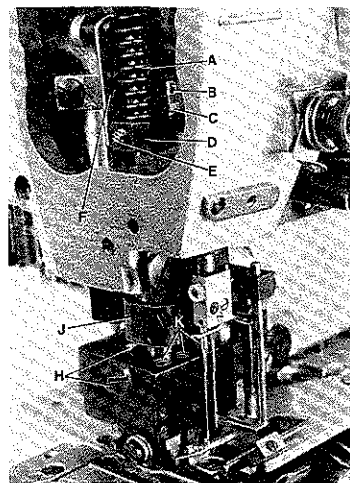

Fig. 46
For easy adjustment remove presser spring regulator on top of machine arm and presser spring (A, Fig. 46).
Adjust long stop screw (B) in presser bar guide (D) against bed casting to ensure a clearance of 0,5 mm (.020 in.) (see Fig. 46 A) between slot end of link (F, Figs. 46 and 46 A) in presser bar guide (D, Figs. 46 and 46 A). Tighten lock nut (C, Fig. 46) on stop screw.
Mount the presser foot, align it with the needles and tighten screws (H, Figs. 46 and 46 B). Rotate pulley until the feed dogs are in down position below the throat plate. Loosen screw (E, Fig. 46) in presser bar guide (D) and press the presser foot down against throat plate until the presser foot bottoms and the yielding section are pressed up by 0,8 to 1 mm (.032 to .040 in.) (see Fig. 46 B). Retighten screw (E) being sure stop screw (B) in presser bar guide rests on the bed casting. Remount presser spring (A) and presser spring regulator.
Set the collar (J, Fig. 46) respectively the lamp bracket on Styles 34800 TDA, for the presser foot height as required, the presser foot bottom should not contact the spreader when the presser foot is lifted.
The pressure exerted by the presser spring (A, Fig. 46) on the presser bar guide (D) should be higher than the pressure exerted by the three springs for presser foot bottoms and the yielding section. The presser bar should not move vertically when sewing. Screw-in presser spring regulator on top of machine arm as required.
The spring pressure exerted on the presser foot bottom and the left and right yielding section can be adjusted individually by turning screws (K, Figs. 46 and 47). Turning clockwise reduces the pressure, turning counterclockwise increases the pressure.
Entfernen Sie zur besseren Einstellung die Druckerfuß-Stellschraube oben am Maschinenarm und die Druckerfeder (A, Fig. 46).
Stellen Sie die lange Anschlagschraube (B) in der Druckerfußstangenführung (D) so gegen den Gehäuseguß, daß zwischen dem Schlitzende des Gelenks (F, Fig. 46 und 46 A) und der Zapfschraube (G, Fig. 46 A) in der Druckerfußstangenführung (D, Fig. 46 und 46 A) ein Abstand von 0,5 mm ist (siehe Fig. 46 A). Ziehen Sie die Feststimmutter (C, Fig. 46) auf der Anschlagschraube an.
Setzen Sie den Druckerfuß ein, richten Sie ihn zu den Nadeln aus und ziehen Sie die Schrauben (H, Fig. 46 und 46 B) an. Drehen Sie am Handrad bis die Transporteure unter der Stichplatte stehen. Lösen Sie die Schraube (E, Fig. 46) in der Druckerfußstangenführung (D) und drücken Sie den Druckerfuß nach unten gegen die Stichplatte, so daß die Druckerfußsohlen und das Seitenteil 0,8 bis 1 mm nach oben gedrückt werden (siehe Fig. 46 B). Ziehen Sie die Schraube (E) wieder an, beachten Sie dabei, daß die Anschlagschraube (B) in der Druckerfußstangenführung am Gehäuseguß anliegt. Montieren Sie Druckerfeder (A) und Druckerfuß-Regulierschraube wieder.
Stellen Sie den Stelling (J, Fig. 46) bzw. den Lampenhalter bei den Maschinen 34800 TDA, für die Druckerfußhöhe so, daß die Druckerfußsohle den Leger nicht berührt, wenn der Druckerfuß angehoben wird.
Der Druck der von der Druckerfeder (A, Fig. 46) auf die Druckerfußstangenführung (D) ausgeübt wird, muß stärker sein als der Druck der drei Federn der Druckerfußsohlen und des Seitenteils, so daß beim Nähen die Druckerfußstange sich vertikal nicht bewegt. Drehen Sie die Druckerfuß-Regulierschraube oben am Gehäusearm entsprechend weit ein.
Der Federdruck auf die Druckerfußsohlen und das Druckerfuß-Seitenteil kann durch Drehen der Schrauben (K, Fig. 46 und 47) individuell eingestellt werden. Drehen im Uhrzeigersinn vermindert den Druck, drehen im Gegenuhrzeigersinn verstärkt den Druck.